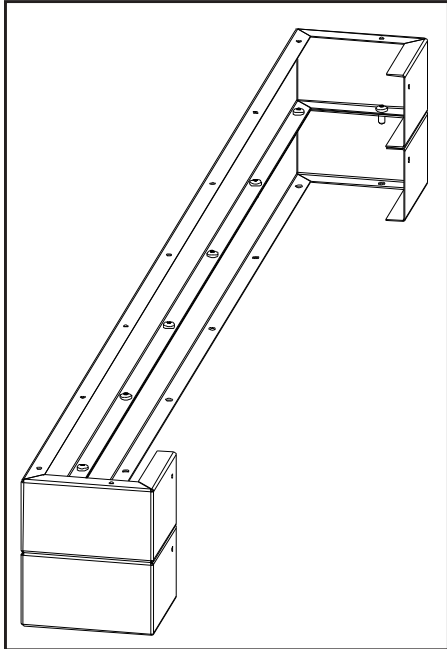

Figure 29: Combinaison de 2 élévateurs pour l'étagère de base.
2. Lorsque vous utilisez plus d'un élévateur, chaque niveau doit être fixé au moyen de neuf (9) vis #8 T-20 fournies (voir figure 29).